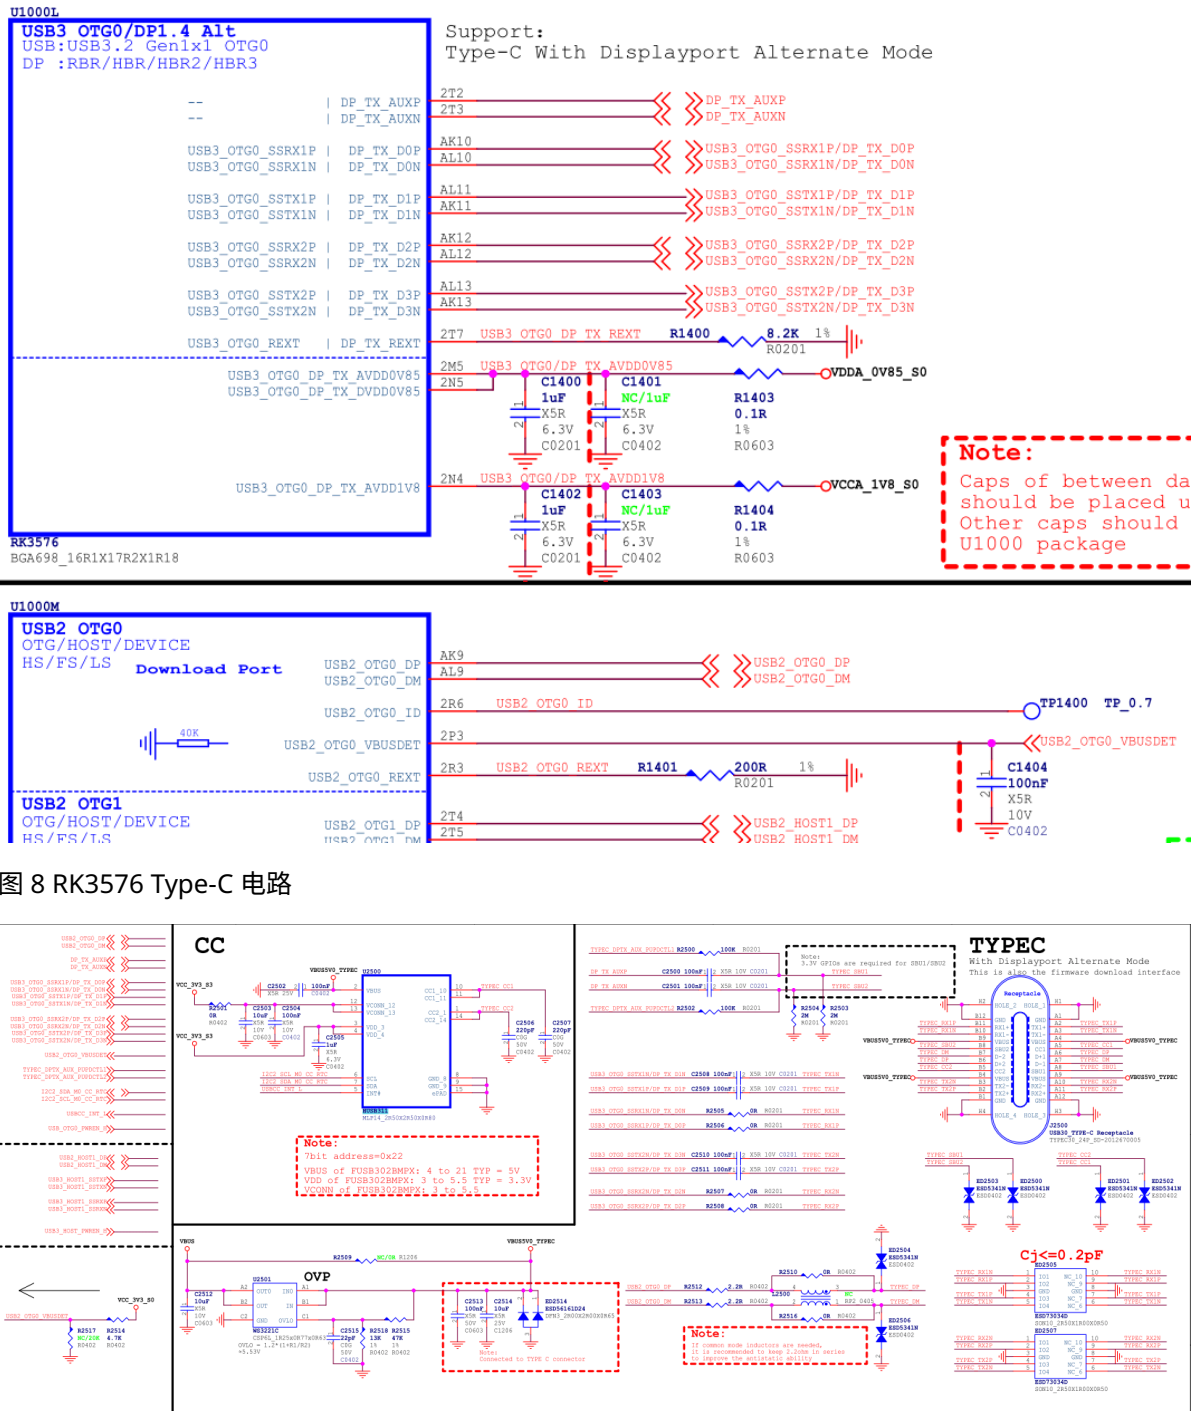
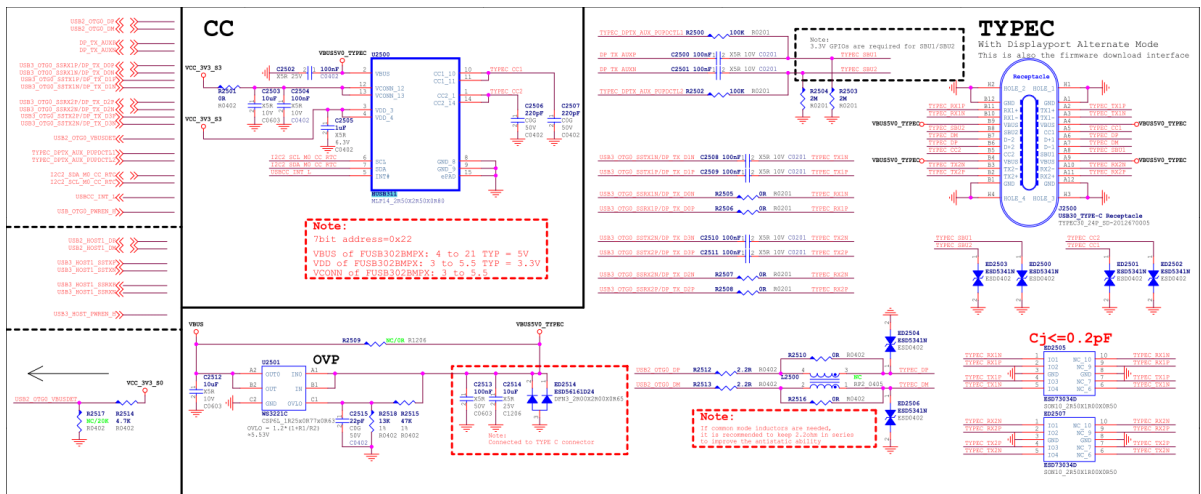

图 8 RK3576 Type-C 电路
图 9 RK3576 Type-C 接口
2. 为了支持高压充电功能，同时降低硬件电路的风险，USB2\\_OTG0\\_VBUSDET 不要连接 Type-C 接口的 VBUS，固定上拉到 3.3V 即可 (如图 8 和图 9 USB2\_OTG0\_VBUSDET 连接到 VCC\_3V3\_S0)，但不能悬空；
4. TYPEC\_SBU1/TPEC0\_SBU2 只用于 DP Alternate Mode 的 AUX 通信。按照 AUX 的协议要求，需要根据 Type-C 插入的正反面，对 SBU1/SBU2 进行相应的电平上拉操作。因为 RK3576 芯片内部没有实现 SBU1/SBU2 的自动上拉，所以要求硬件外部电路增加两个 GPIO 控制（对应图 9 中的 TYPEC\_SBU1/TPEC0\_SBU2）。对 GPIO 的默认上下拉方式没要求，可以选择任意的 GPIO。软件上，需要修改 usbdp\_phy 节点的属性 sbu1-dc-gpios 和 sbu2-dc-gpios 进行适配；